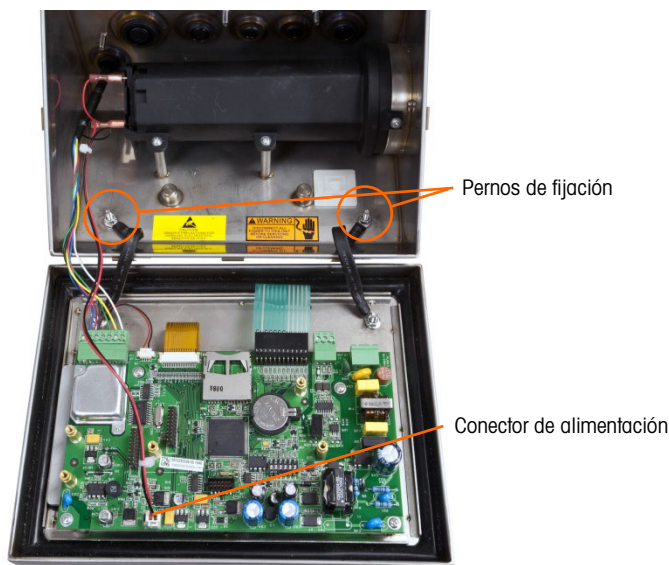

Figura A-7: Preparación para separar el panel frontal
1. Abra la caja como se detalla en la sección "Apertura de la caja". Para los pasos 3 a 6, consulte la Figura A-7.